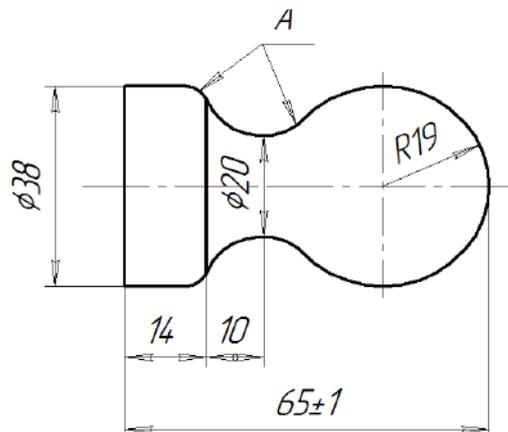

Рис. 1. Чертеж ручки для круглой печати
1. По чертежу с неполными данными выточить ручку под круглую печать (рис. 1.).